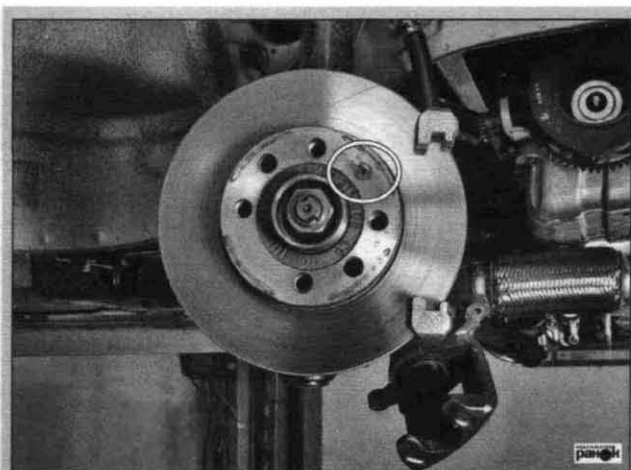

Рис. 5.9. Винт крепления тормозного диска
- открутив винт крепления (рис. 5.9), снять тормозной диск.